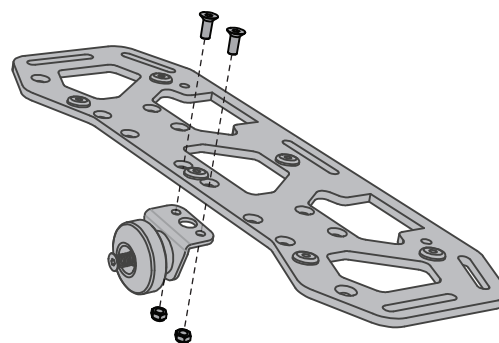

Figura 6. Installazione del pulsante di sgancio rapido
3. Installare un pulsante di sgancio rapido su ciascuna piastra di carico utilizzando due viti di fissaggio da 16 mm e due dadi Nyloc, così come indicato in **Figura 6**. Serrare le viti di fissaggio a **6,0 N-m (4,4 ft-lbf)**.